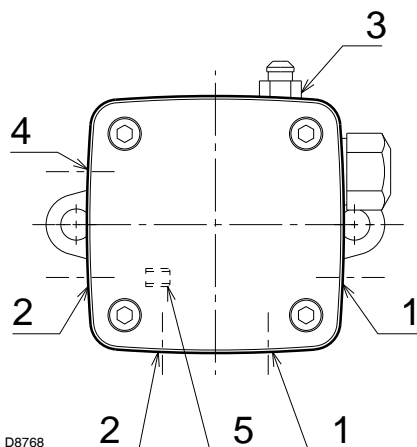
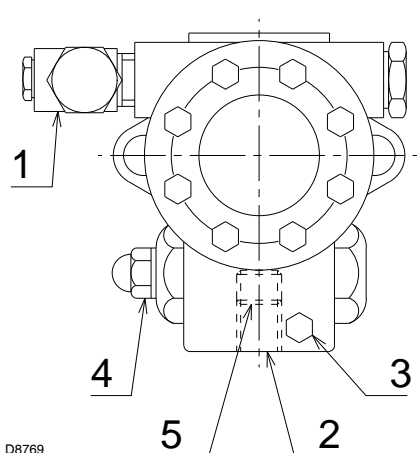

Fig. 20
Fig. 21
Per ottenere il funzionamento monotubo è necessario svitare il tubo flessibile di ritorno, rimuovere la vite di by-pass (5) (Fig. 20 - Fig. 21 a pagina 22) e avvitare il tappo 2) (Fig. 20 - Fig. 21 a pagina 22).
Per la pompa autoadescente, svitare la vite 3) (Fig. 20) per sfiatare l'aria contenuta nel tubo di aspirazione e attendere la fuoriuscita del combustibile.
Le pompe hanno un by-pass che mette in comunicazione il ritorno e l'aspirazione. Sono installate sul bruciatore con il by-pass chiuso dalla vite 6) (Fig. 20 - Fig. 21 a pagina 22).
- Perché la pompa possa autoadescarsi è indispensabile allentare una delle viti 3) (Fig. 20 -Fig. 21) della pompa per sfatare l'aria contenuta nel tubo di aspirazione.